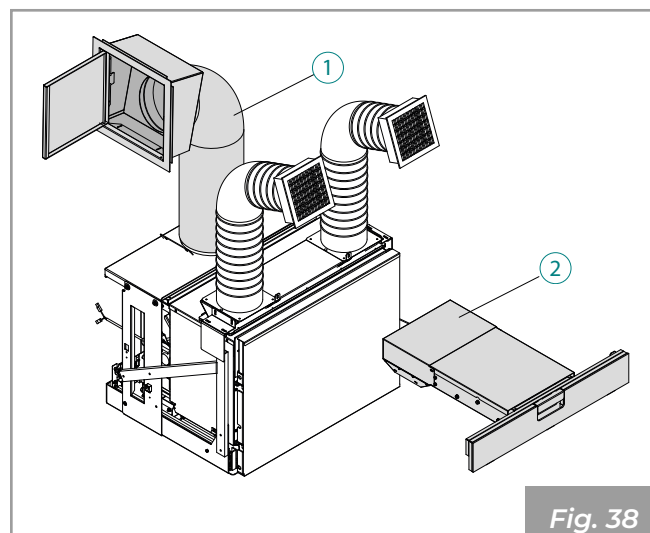
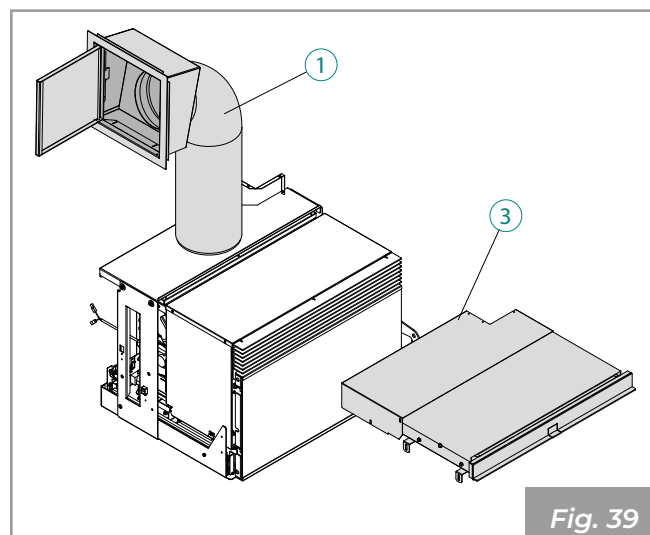

Fig. 38
Fig. 39
- Système de chargement avec tuyau métallique flexible et volet de chargement "1" (Fig. 38 - Fig. 39).
- Tiroir de chargement frontal pour version sortie air canalisée « 2 » (Fig. 38).
- Tiroir de chargement frontal pour version sortie air frontale « 3 » (Fig. 39).